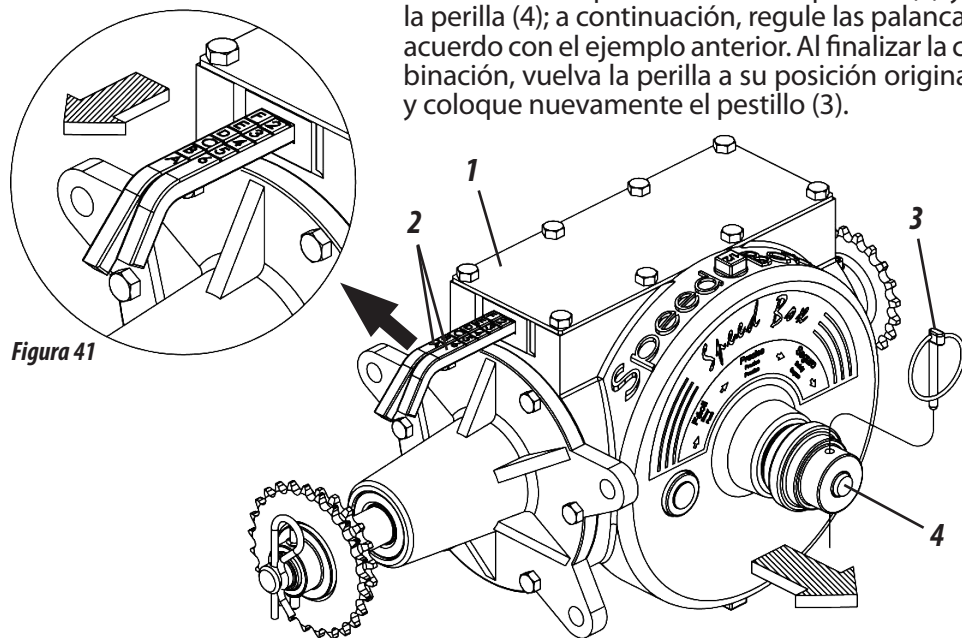

Figura 41
SPEED BOX (FIGURA 41)
- 1- Elija la cantidad deseada en las tablas y seleccione la combinación correspondiente en las palancas (2). **Ejemplo:** La posición **F2** en la tabla, indica que la palanca con letras debe estar en la posición **"F"** y la palanca con números debe estar en la posición **"2"**, como se muestra en la figura 41.
- 2- Para mover las palancas retire el pestillo (3) y jale la perilla (4); a continuación, regule las palancas de acuerdo con el ejemplo anterior. Al finalizar la combinación, vuelva la perilla a su posición original (4) y coloque nuevamente el pestillo (3).